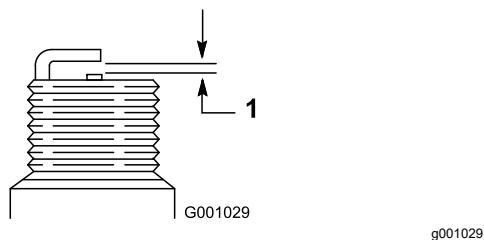

Figura 38
4. Ajuste el espacio entre los electrodos a 0.76 mm (0.030") si la bujía es nueva, como se muestra en la Figura 38.